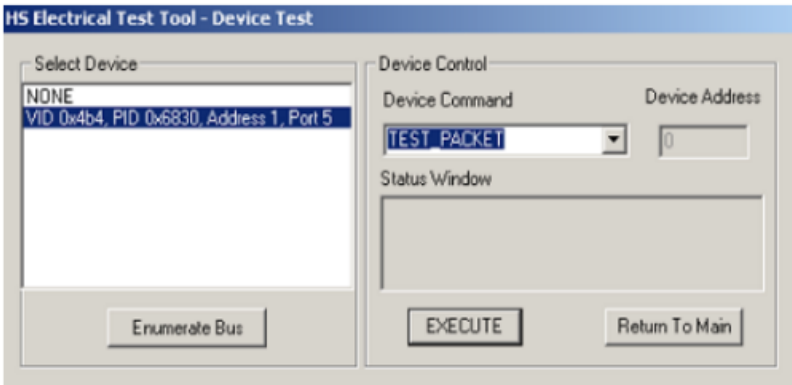
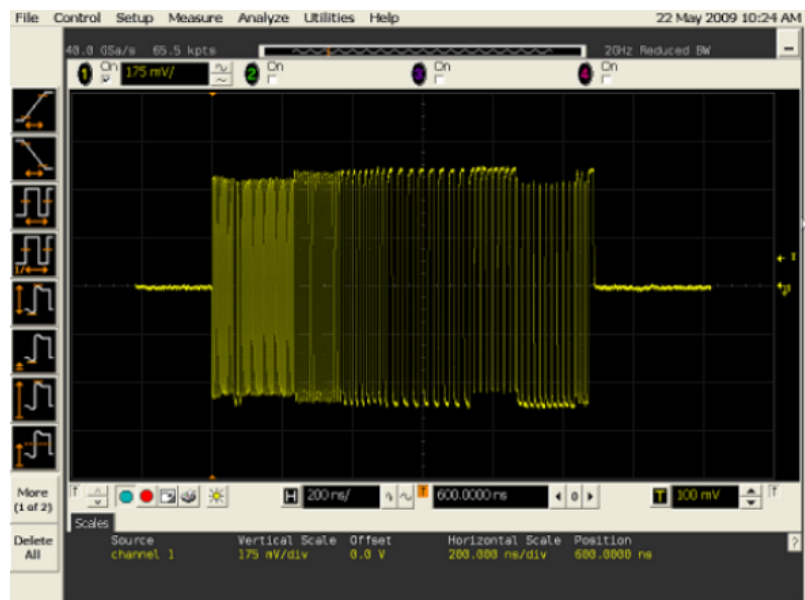

图1-2 选择测试设备和测试命令
图1-3 测试波形
- 3. 如图 1-2所示，选择要测试的设备和测试命令”TEST PACKET”，然后点击“EXECUTE”按钮所示，执行完上述操作后，USB控制器就会自动进入Test Packet Mode，并连续发送周期性的测试包，测试波形如图 1-3 所示：
- 从示波器上观察是否有检测到如图1-3的周期性测试波形
- 如果没有图1-3的周期性测试波形，可能是测试命令没有执行成功或者测试命令有误